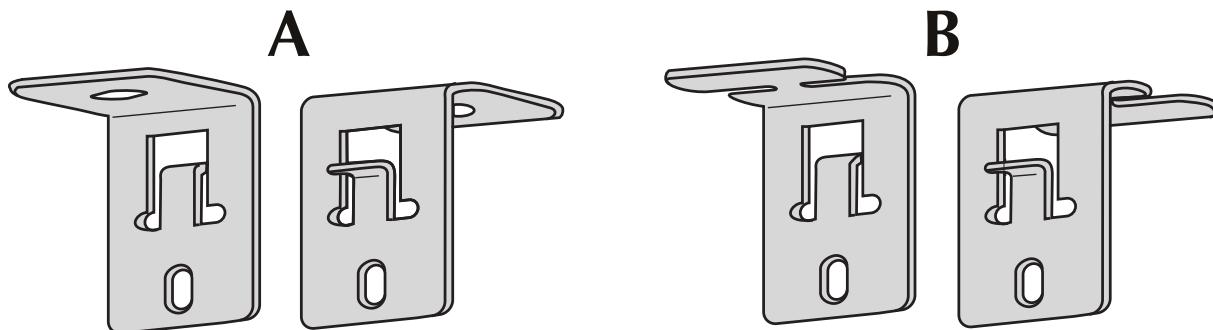
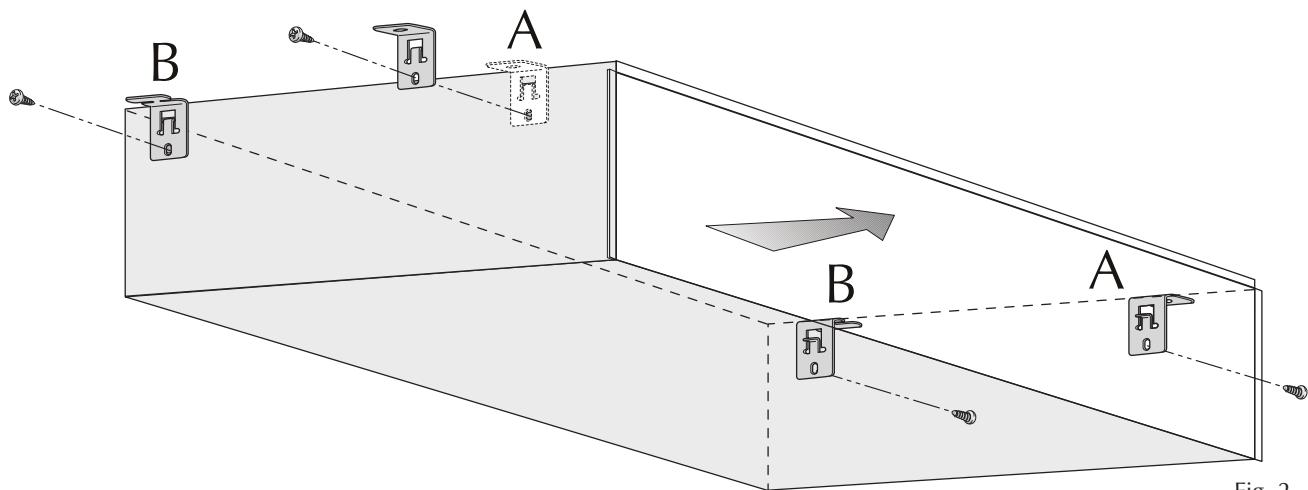

Fig. 1
Fig. 2
- le staffe AMP20 (fig.1) devono essere applicate alle fiancate del telaio con le viti a corredo (fig.2), le due staffe con il foro (A) devono essere applicate alla fiancata dal lato della mandata, le altre due staffe intagliate (B) si applicano dal lato dell'aspirazione;
- the AMP20 brackets (fig.1) must be applied at the sides of the frame using the screws supplied (fig.2), the two brackets with the hole (A) must be supplied at the side of the flow side, the other two notched brackets (B) are applied from the intake side;
- les étriers AMP20 (fig.1) doivent être installés sur les côtés du châssis avec les vis fournies (fig.2), les deux étriers avec l'orifice (A) doivent être installés du côté du refoulement et les deux autres étriers taillés (B) du côté de l'aspiration;
- Die Winkel AMP20 (Abb. 1) sind an den Seiten des Rahmens mit den mitgelieferten Schrauben (Abb. 2) anzubringen; die beiden gelochten Winkel (A) sind auf der Luftpufftrittsseite an der Rahmenseite anzubringen, die beiden Winkel mit den Einschnitten (B) werden an der Ansaugeite angebracht.
- las abrazaderas AMP20 (fig.1) se deben colocar en los lados del bastidor con los tornillos proporcionados (fig.2), las dos abrazaderas con el agujero (A) en el lado de impulsión, las otras dos abrazaderas entalladas (B) se colocan en el lado de la aspiración;